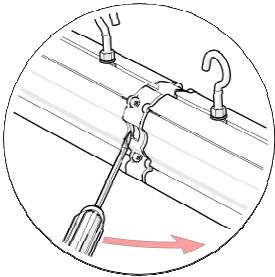

Рисунок 3 Разъединение разъёмов
5.3 Для разъединения разъёмов необходимо поддеть защёлку разъёма плоской отвёрткой (рис. 3).